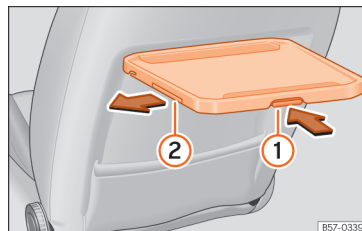

Abb. 141 Vordersitz links: Klapptisch mit Getränkehalter.
- Drücken Sie den Entriegelungshebel an der Tischunterseite » Abb. 141 ① und halten Sie ihn gedrückt.